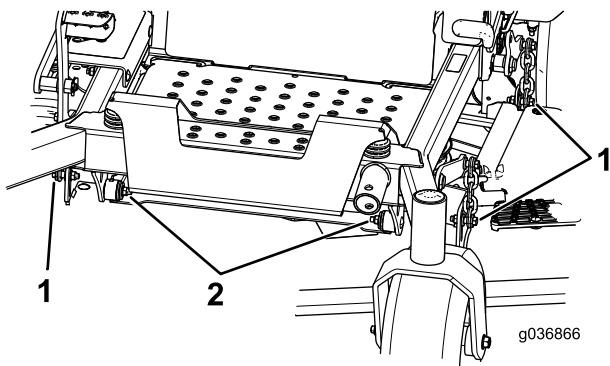

図 88
7. 機体左右のボルト・ナットを取り外して保管する 図 88。